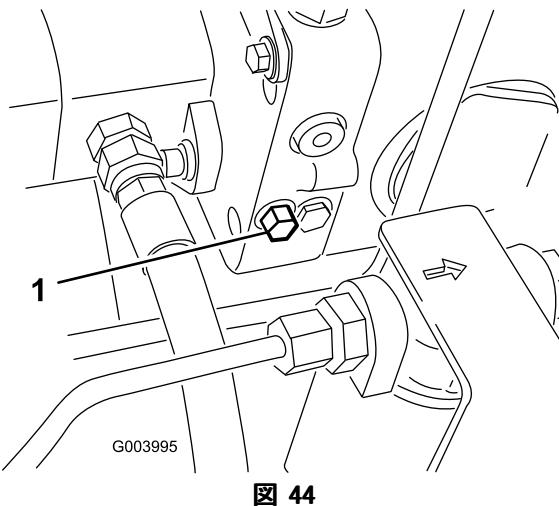

図 44
1. バイパス・バルブはハイドロスタットの左側にある（図 44）。バイパス・バルブを右または左1~1.5回転させると内部でバイパスが形成される。これにより、トランスマッショングルーピングを破損することなく、機械を押して低速で移動できるようになる。